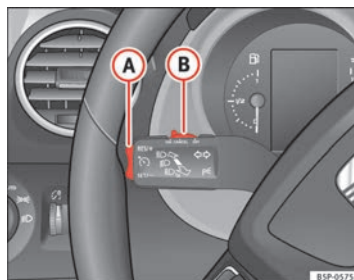

Fig. 148 Palanca de intermitentes y de luz de carretera: mando y tecla basculante para el regulador de velocidad
- Cuando se haya alcanzado la velocidad que se quiere programar, pulse brevemente la parte inferior de la tecla basculante **SET/-** ⇒ fig. 148 (A) una vez.